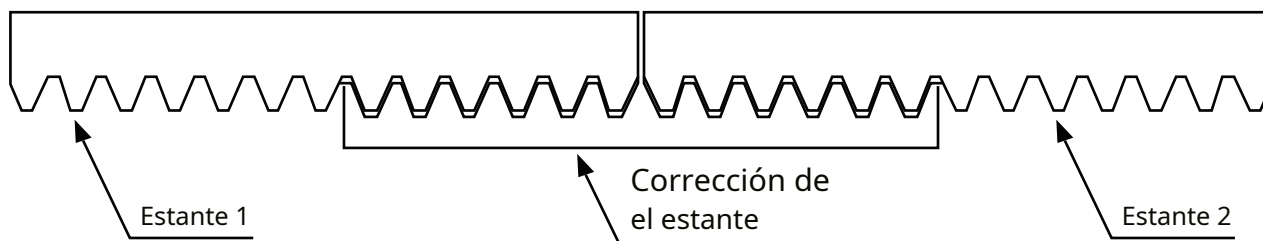

figura 2
2. El bastidor suele ser un conjunto unitario. Para evitar vibraciones o atascos en el funcionamiento de la compuerta, se debe corregir la holgura entre el bastidor y la unión. Se sugiere utilizar de esta manera (ver figura 2), con una pequeña corrección del bastidor., Después de conectar correctamente los racks 1 y 2, fije los racks 1 y 2.